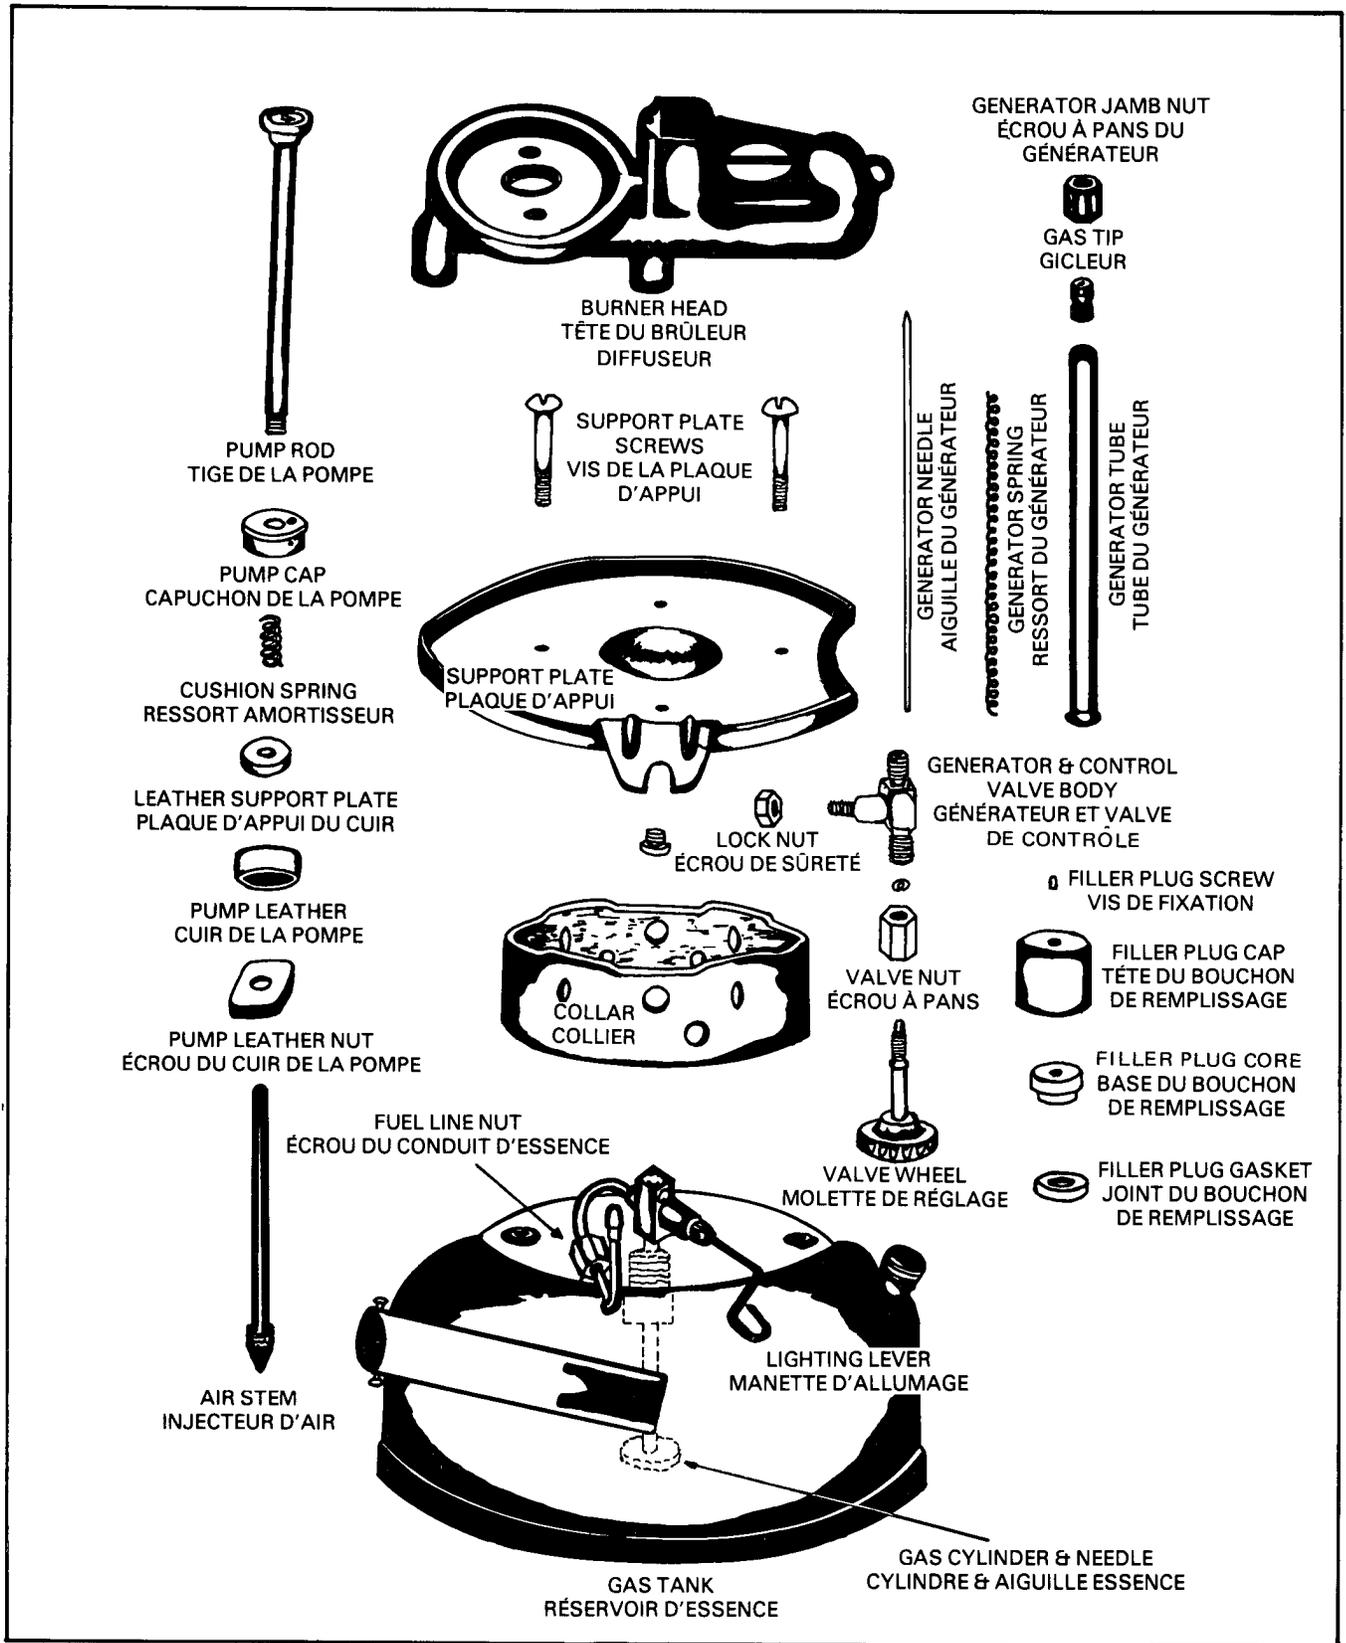

Figure 2-12 — Stove C1B1
**Stripping and Assembling (See Figure 2-12 for stripped stove and list of parts)**
**Démontage et assemblage (Voir le tableau des pièces détachées et le nom de chacune à la figure 2-12.)**